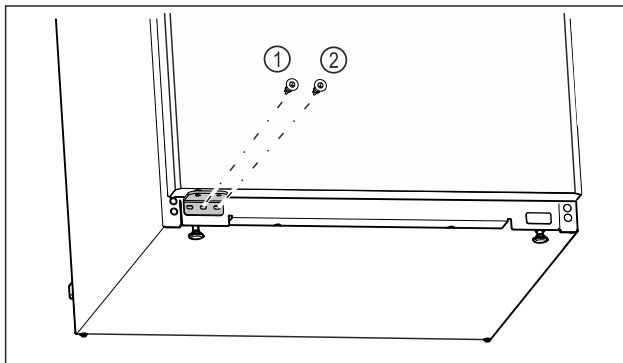

Fig. 25
- ▶ Pieskrūvējiet gultņa balsta vidējo skrūvi Fig. 25 (1) ar skrūvgriezi Torx 20.
- ▶ Pieskrūvējiet gultņa balsta iekšējo skrūvi Fig. 25 (2) ar skrūvgriezi Torx 20.